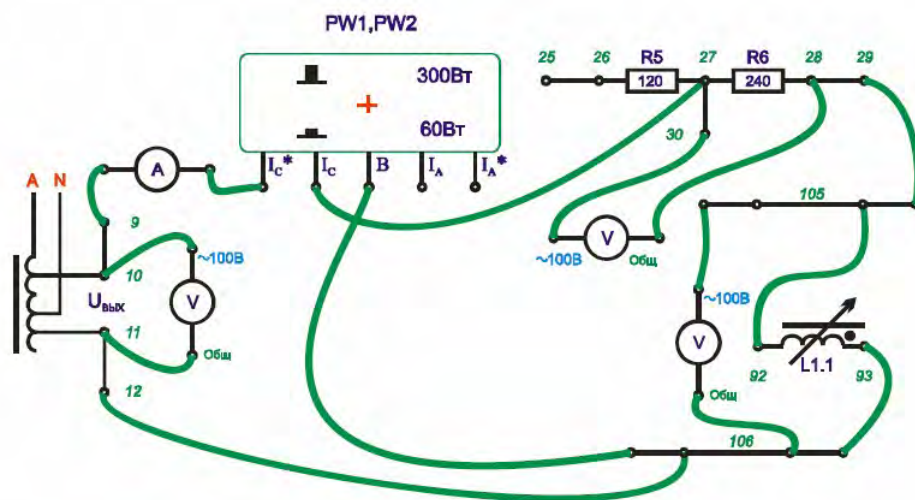

Рисунок 6
2. Собрать и изучить схему электрической цепи (рис. 6.).